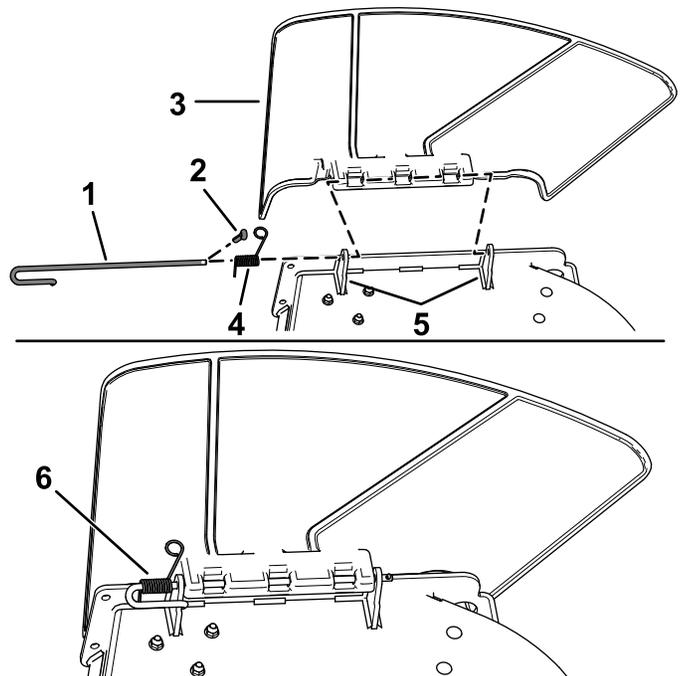

Bild 75
1. Entfernen Sie den Splint (Bild 75).
2. Entfernen Sie die Feder von der Kerbe in der Ablenkblechhalterung und schieben Sie die Stange aus den geschweißten Mähwerkhalterungen, der Feder und dem Auswurfablenkblech (Bild 75).
9. Setzen Sie den Splint ein (Bild 75).